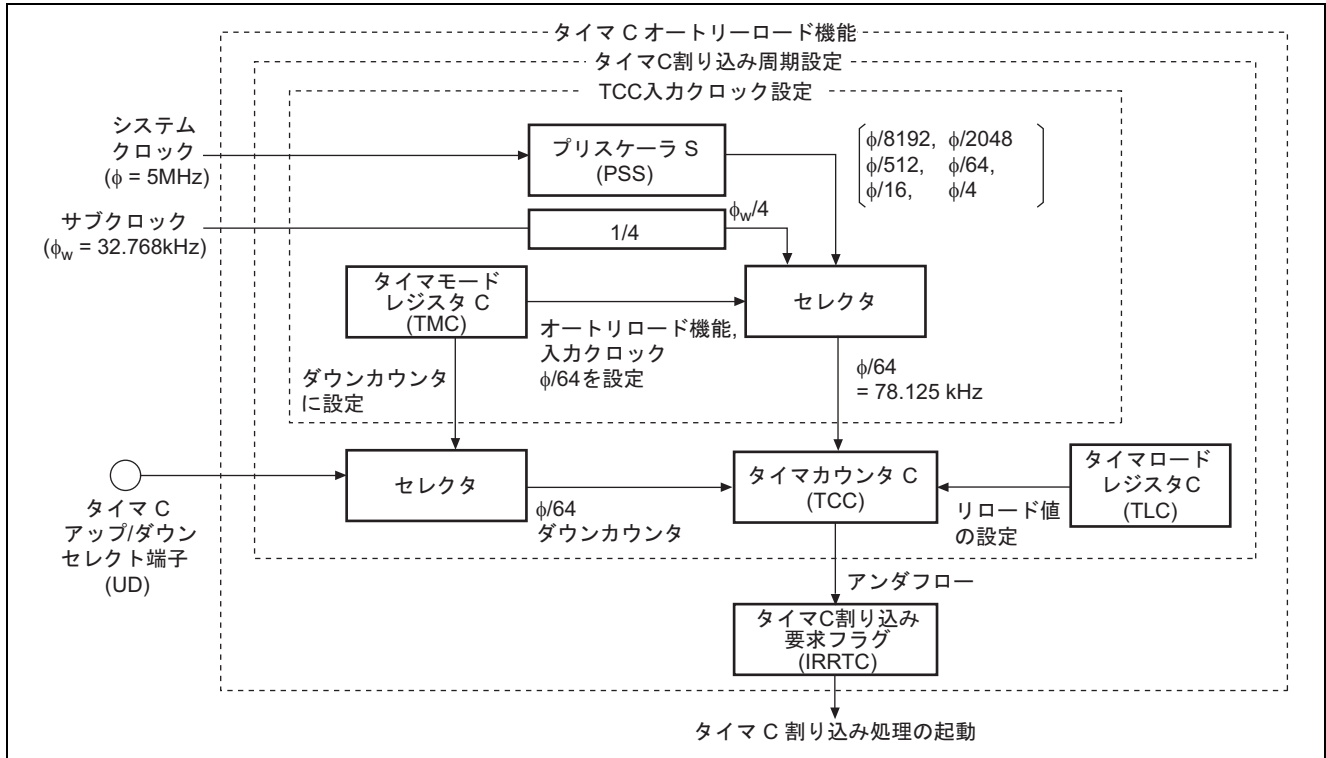

図 1 タイマ C オートリロード機能ブロック図
- a. 図 1 にタイマ C オートリロード機能のブロック図を示します。以下にタイマ C オートリロード機能のブロック図について説明します。